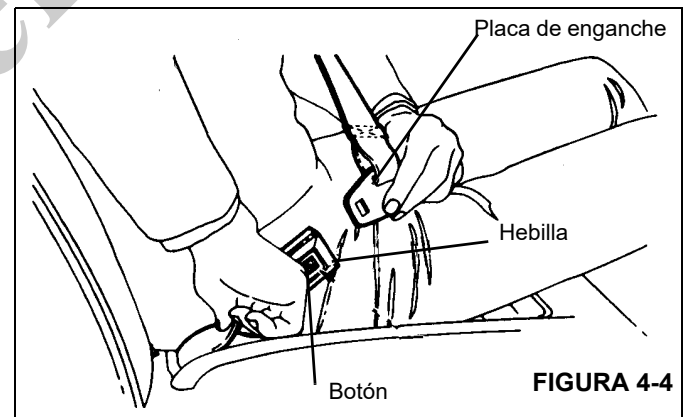

FIGURA 4-4
2. Tire del cinturón, crúzelo por delante de su cintura y enganche la placa en la hebilla hasta que escuche un chasquido (Figura 4-4).